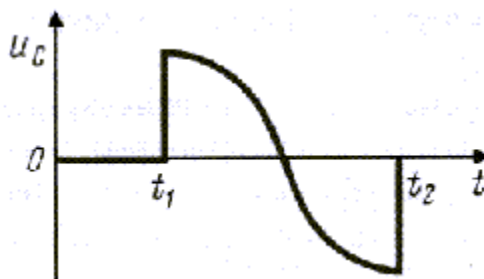

Рис.6.6
11. Нарисуйте кривую тока в конденсаторе, если напряжение имеет форму, показанную на рис.6.6.